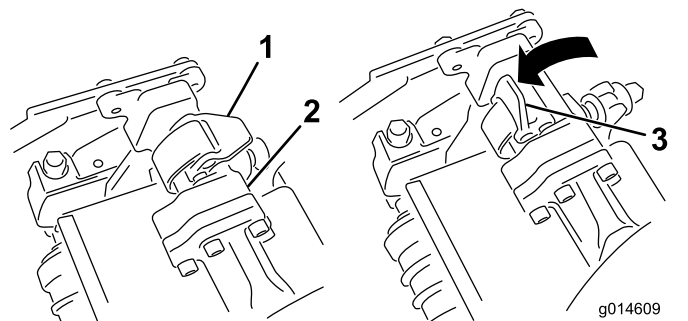
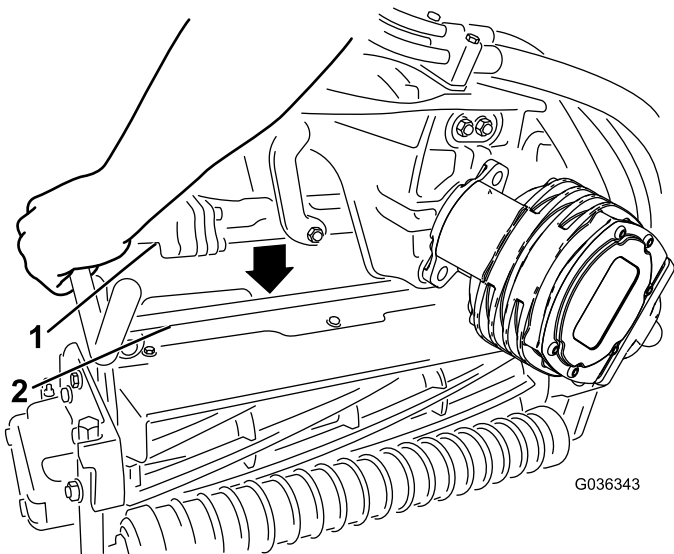

図 51
図 52
4. サスペンションアームのバーについているラッチを上向き開いた状態にして 図 51、サスペンションアームを押し下げて、バーを、カッピングユニットのバーの上に被せるようにする 図 52。
- ラッチを下げて閉じるとカッティングユニットのバーがロックされてユニットがアームにセットされる 図 51。
5. 取り外したいCuttingユニットのサスペンションアームのバーについているラッチを開く 図 51。